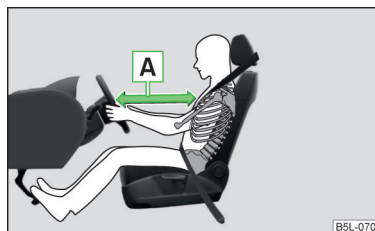

Fig. 9 Distance de sécurité au volant
- Il est important que le conducteur et le passager avant se tiennent à une distance minimum de 25 cm du volant et du tableau de bord **A** » fig. 9. Les airbags ne peuvent pas vous protéger si vous êtes plus près - danger de mort ! Les sièges avant et les appuie-têtes doivent en outre toujours être ajustés en fonction de la taille des personnes.